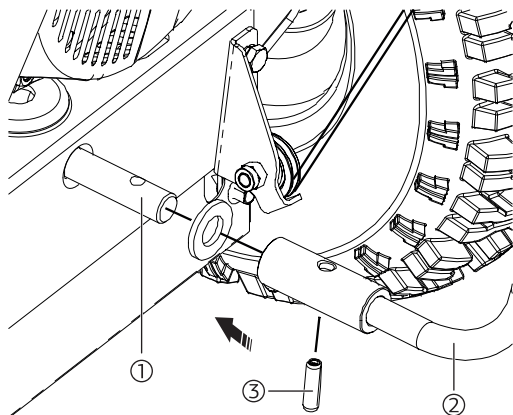

Рис. 4
3. Проденьте через панель и установите рукоятку (2) переключения передач на вал (1), зафиксируйте ее шплинтом (3) (Рис. 4).